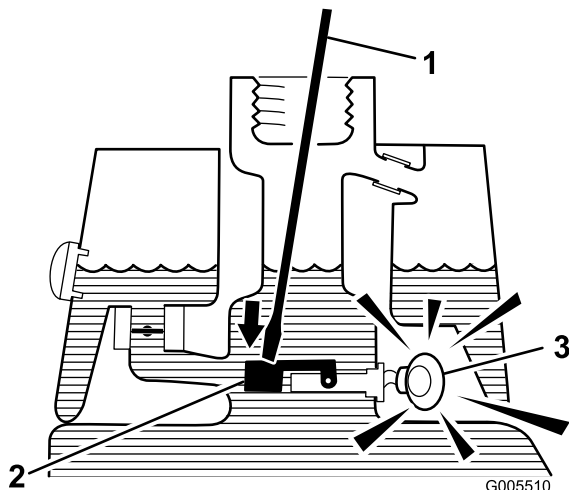

Рисунок 28
3. Вставьте чистый стержень или отвертку в горловину бака и слегка нажмите на поплавок реле (Рисунок 28). После секундной задержки зазвучит предупреждающий сигнал.